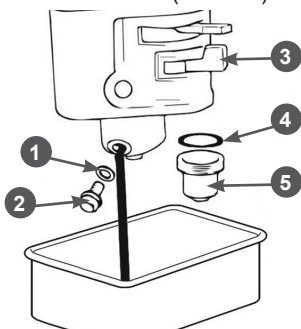

Рис. 24 Обслуживание карбюратора
1. Установите под карбюратор подходящую емкость (Рис. 24).
2. Установите рычаг топливного крана 3 в положение «ЗАКРЫТО» (Рис. 24).
3. Открутите болт 2 сливного отверстия и слейте топливо из поплавковой камеры карбюратора в приготовленную для этого ёмкость (Рис. 24).
4. Открутите стакан отстойника 5, вылейте из него топливо в заранее подготовленную емкость (Рис. 24).